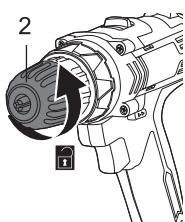

Fig. 1
- > Răsuciți manșonul mandrinei (2) în sens anterior până când fălcile mandrinei se deschid suficient de larg pentru a introduce bitul de găuri (fig. 1).